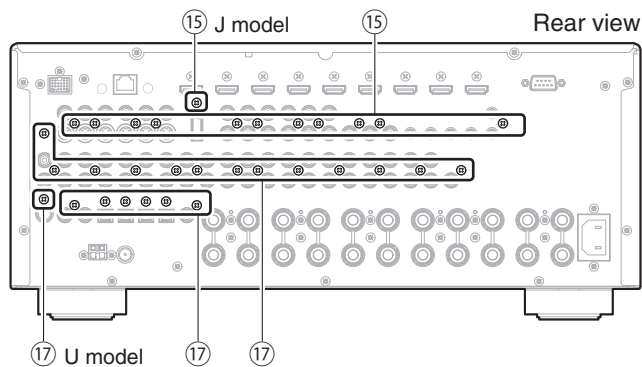

Fig. 4
5. Removal of VIDEO (1) P.C.B.
- Remove 11 screws (15). (Fig. 4)
- Remove 20 (U model)/19 (C, R, T, K, A, B, G, F, L models) screws (17). (Fig. 4)
5. VIDEO (1) P.C.B. の外し方
- ⑮ のネジ 12 本を外します。 (Fig. 4)
- ⑰ のネジ 19 本を外します。 (Fig. 4)